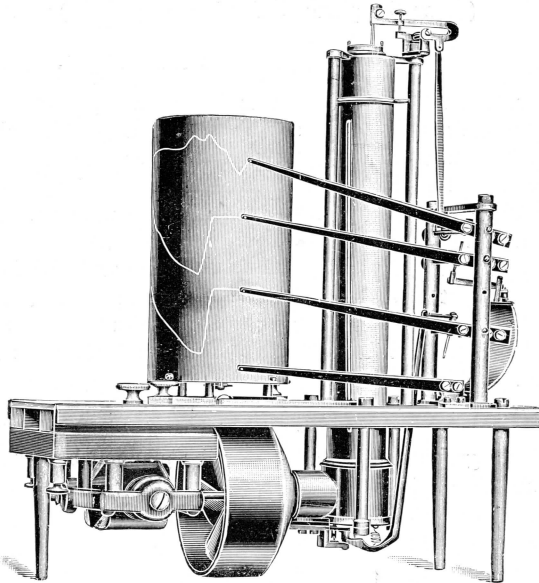

Fig. 5
### Baro-Thermo-Hygrograph für bemannte Ballons. (Fig. 5.)
**Baro-Thermo-Hygrograph for manned balloons. (Fig. 5.)**
**Baro-thermo-hygrographe pour ballons montés. (Fig. 5.)**